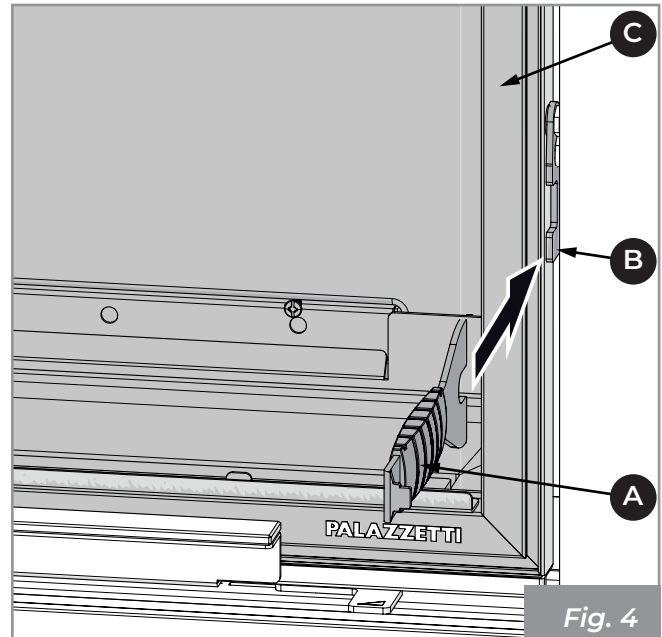
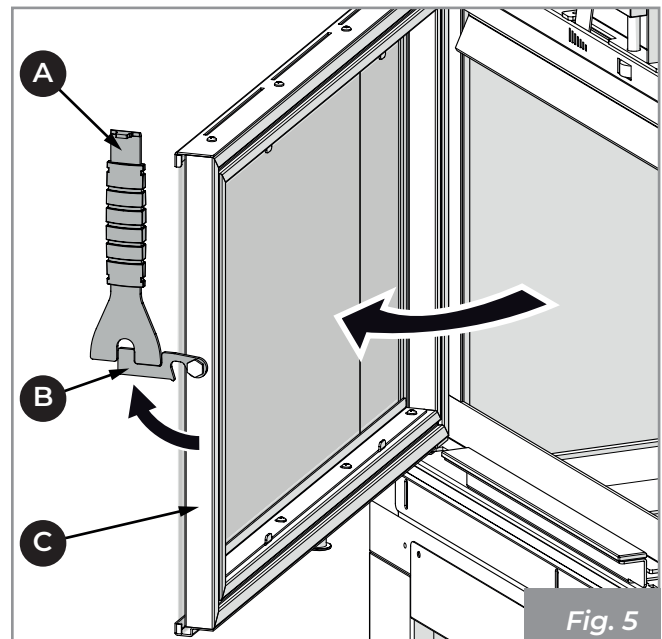

Fig. 4
Fig. 5
- 1) Insérer la poignée froide (A) sur la poignée (B) pour ouvrir la porte (C) (Fig. 4 - Fig. 5).